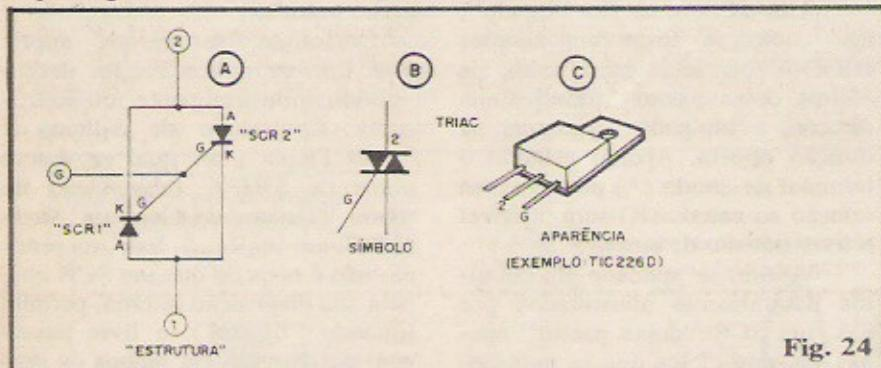

Fig. 24
- FIG. 24-A - Embora alguns detalhes construcionais (que não vem ao caso, agora...) sejam, na verdade, diferentes, podemos considerar um TRIAC como contendo, internamente, dois SCR ligados em paralelo, porém apontando para "direções" opostas, conforme sugere o diagrama de "estrutura"... Anodo de um com o catodo do outro e vice-versa... Os terminais de controle (G) são como que "juntados", de modo que o TRIAC possa ter seus dois "SCRs" internos "gatilhados" através de um único gate... Observe ainda que, como não há mais polaridade entre os extremos do arranjo, não podemos atribuir-lhes os nomes "tradicionais" de anodo e catodo (cuja "vinculação" com as polaridades respectivas - positivo e negativo, remontam à pré-história da Eletrônica, ao diodo de De Forest, uma velhíssima "válvula" de vidro com dimensões, peso e eficiência equivalentes a uma garrafa de cerveja...). Assim, os terminais extremos são denominados simplesmente "1" e "2", enquanto que o gate continua sendo o gate,
- FIG. 24-B - O símbolo guarda, em sua estilização gráfica, imediata correspondência com a função e com a "diferenciação" do TRIAC com relação ao seu "irmão de mão única", o SCR, mostrando nitidamente as duas "setas", cada uma "apontando" num direção, para enfatizar a possibilidade de atuar em CA. Guardem bem o desenho do símbolo, pois trata-se de componente que aparecerá muito em montagens no decorrer do nosso "Curso"...
- FIG. 24-C - TRIACs são, inerentemente, componentes de alta potência (praticamente todos os TRIACs "encontráveis" são capazes de manejar algumas centenas de Watts, Correntes de alguns Ampéres e Tensões de centenas de Volts...). Assim, nenhum deles pode ser pequenino, feito um transístor da série "BC"... A figura mostra a aparência mais comum do componente (da série TIC...), com a devida identificação dos terminais. A lapela metálica incorporada ao componente destina-se a facilitar a irradiação de calor (naturalmente gerado no funcionamento, devido às consideráveis potências manejadas...) e à eventual fixação de um dissipador metálico externo (detal-